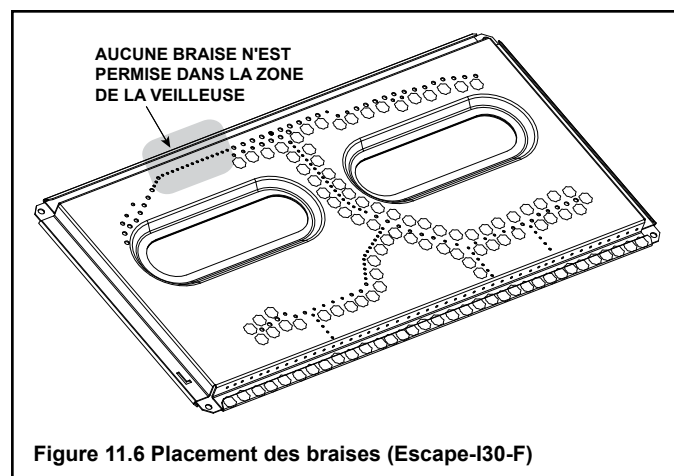
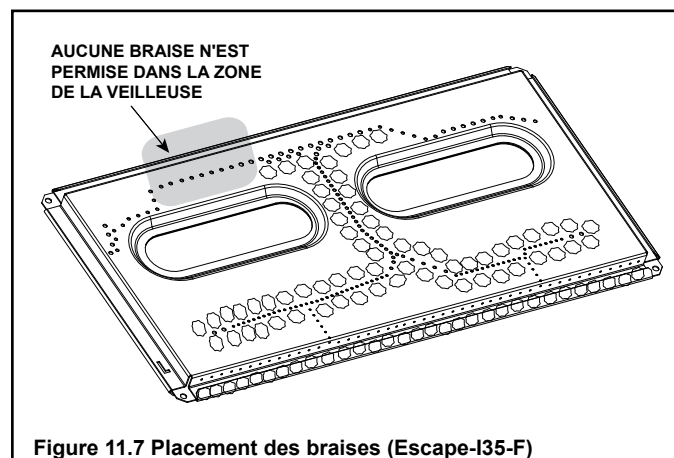

Figure 11.6 Placement des braises (Escape-I30-F)
Figure 11.7 Placement des braises (Escape-I35-F)
- Placez les morceaux de braise Glowing Embers® de la taille d'un dix sous, immédiatement devant la rampe d'orifices, mais pas sur ou entre les orifices. Voir la figure 11.6 (Escape-I30-F) ou la figure 11.7 (Escape-I35-F). Faire attention de ne pas recouvrir les orifices. Le non-respect de ces instructions peut entraîner des problèmes d'allumage et de suie.